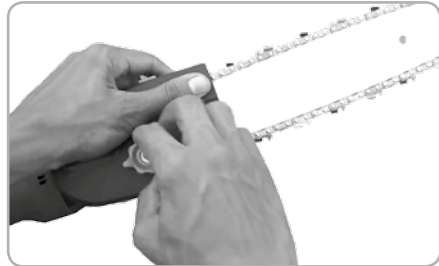

Fig.13
- Reglați întinderea lanțului rotind Șurubul de tensionare (5) (Fig.13) după cum urmează: